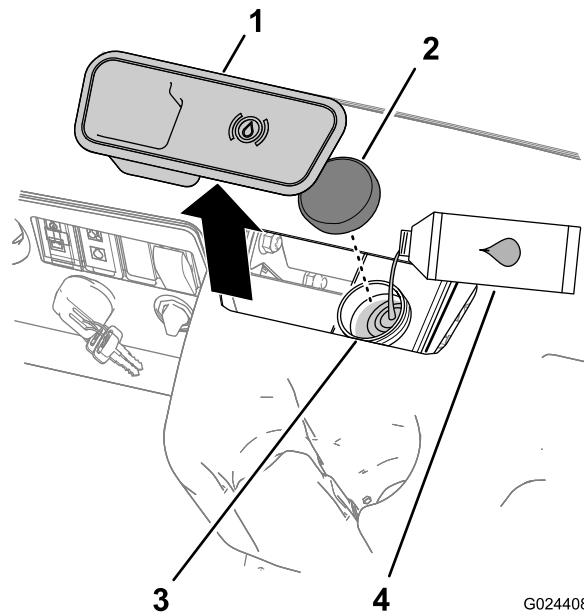

Figura 17
- Limpe a zona em redor da tampa do reservatório e retire-a (Figura 17).
- Coloque a tampa do reservatório (Figura 17).
2. Retire a tampa de borracha do centro e da parte superior do painel para obter acesso ao cilindro e reservatório do travão principal (Figura 17).